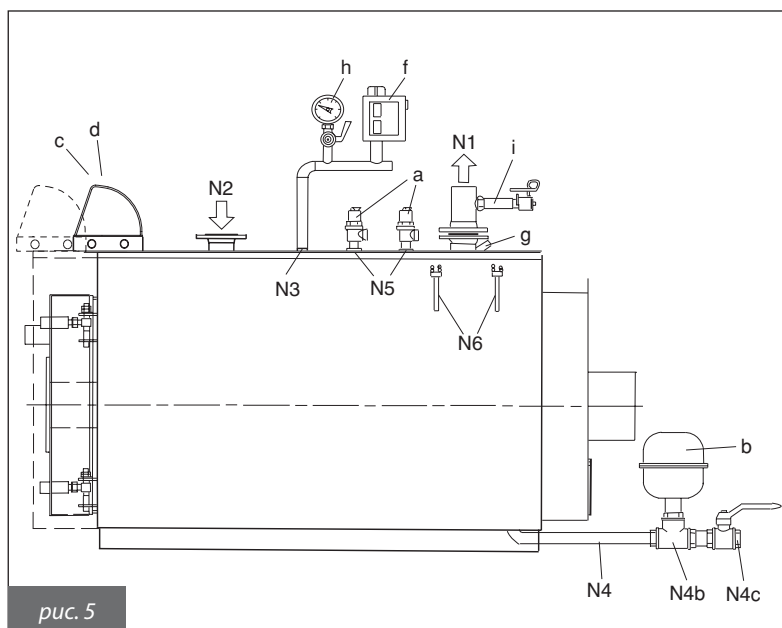

рис. 5
3.2.3.2. Водяная отопительная система с закрытым расширительным баком Мощность в топочной камере > 300.000 ккал/час, давление 5 бар (рис. 5)